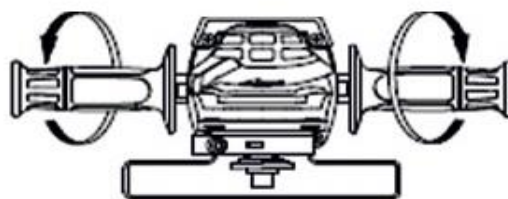

Рис. 3
4. Вкрутите вспомогательную рукоятку в одно из двух отверстий, расположенных в корпусе редуктора. Если рукоятка с клавишей пускового выключателя при работе будет располагаться в правой руке, то вспомогательная рукоятка должна располагаться слева, если в левой руке, то справа. (Рис. 3).